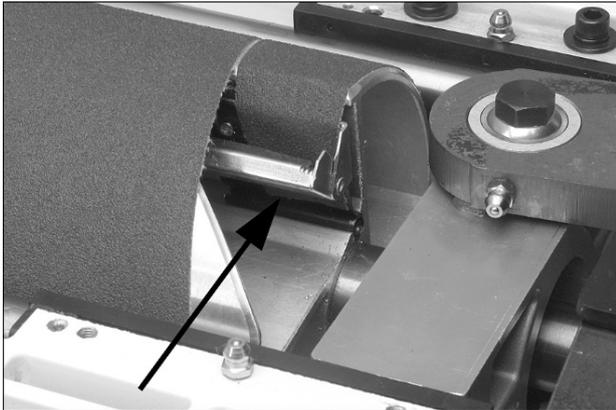

Рис. 6-9
5. Прижмите внутренний затягивающий рычаг (Рис. 6-9) и вставьте задний конец ленты до конца настолько это возможно. При необходимости отрежьте клиновидный конец абразивной ленты.